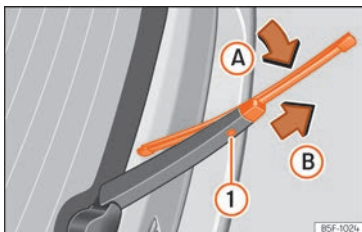

Fig. 81 Sostituzione della spazzola del lunotto.
- Piegare la spazzola da sopra verso il braccio del tergicristallo » » » **fig. 81** (freccia **A**).
- Tenere premuto il tasto di sblocco » » » **fig. 81** ❶ tirando delicatamente la spazzola nel senso della freccia **B**. Potrebbe essere necessario applicare molta forza.
- Inserire nel braccio tergicristalli una nuova spazzola **della stessa lunghezza e dello stesso tipo** nel senso contrario alla freccia » » » **fig. 81** **B**, finché si incastra. Per farlo, la spazzola deve trovarsi in posizione di chiusura (freccia **A**).